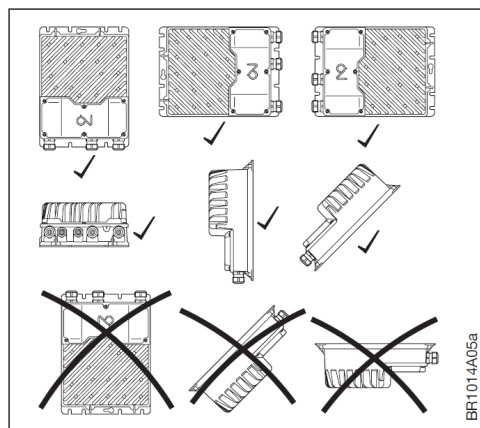

Abb. 3-2: Gehäuse-Ausrichtung
- Um die spezifizierte Schutzart sicher zu stellen, dürfen die Kabelverschraubungen nicht nach oben gerichtet sein (siehe Abb. 3-2).
- NI-DV kann vertikal, horizontal oder in Schräglage montiert werden (siehe Abb. 3-2).